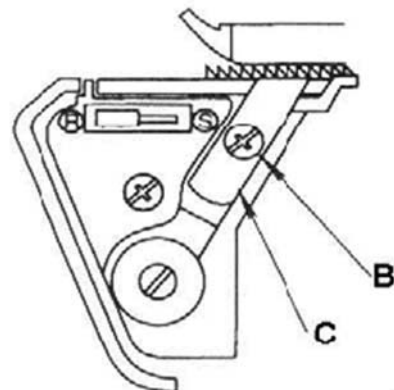

Abb. 111
2. Stellen Sie das obere Messer 18 in die Ruhestellung (A).
3. Entfernen Sie die Schraube am unteren Messer 22 (B) und entfernen Sie das Messer 22 (C) (Abb. 111).